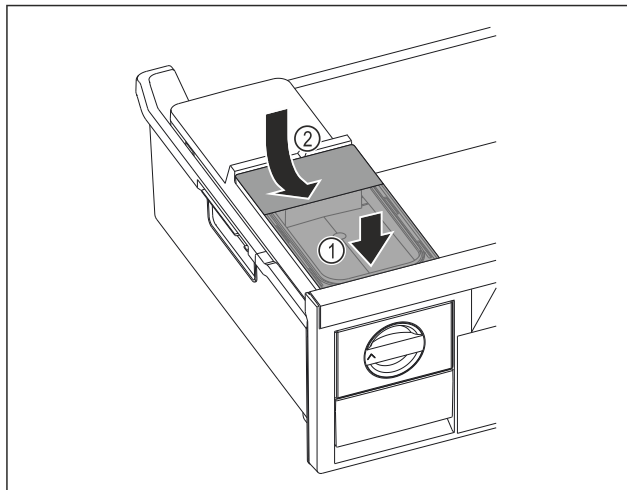

Fig. 73
- ▶ Nádržku na vodu nasadíte vpredú. Fig. 73 (1)
- ▶ Nádržku na vodu spustíte vzadu. Fig. 73 (2)